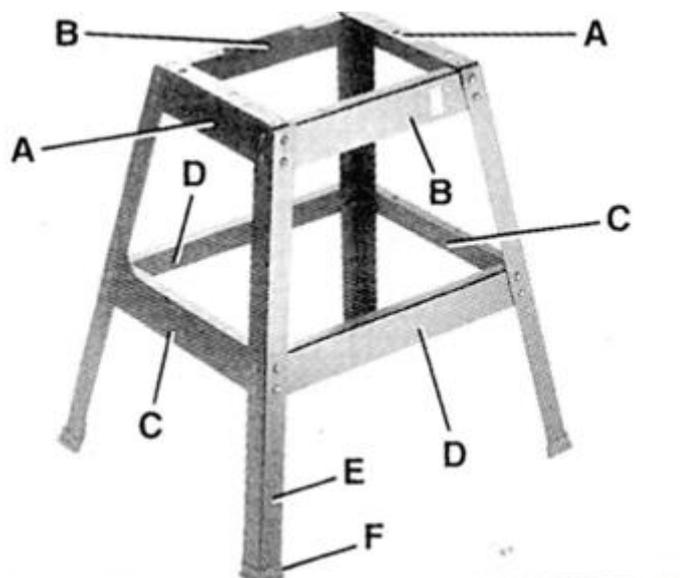

Рис. 3 Сборка стойки
Закрепите две верхние распорки поз. 11 винтами $\frac{3}{4}$ " (A), две верхние боковые распорки поз. 15 - $\frac{3}{4}$ " (B), две нижние распорки поз. 16 - $\frac{1}{2}$ " (C) и две боковые распорки поз. 20 - $\frac{1}{2}$ " (D) на четырех ножках (E) как показано на Рис. 3, с помощью тридцати двух болтов с квадратным подголовником, плоских шайб и шестигранных гаек. На данном этапе затягивайте шестигранные гайки вручную. **ВАЖНО:** верхние края двух верхних распорок (A) должны находиться на верхних краях боковых распорок (B).
Закрепите четыре резиновые опоры (F) - в нижней части ножек (E), как показано на Рис. 3.